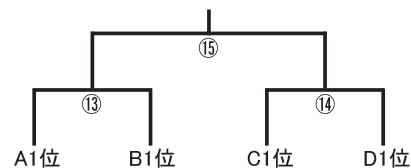

Fig. 1 第1 試技組み合わせ表 (丸数字は試合順)
- 予選の組み合わせ、コースの内外は事前抽選（10/31予定）にて決定する（組み合わせは図1参照）。
- 決勝は、各ブロックの決勝進出チームによる全4チームのトーナメント方式で競技を行う（組み合わせは図1参照）。